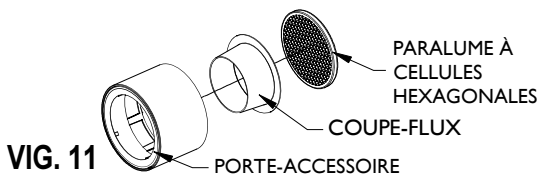

FIG. 11
2. Placer les accessoires dans le BOÎTIER AVANT à travers l'arrière comme indiqué dans (FIG. 11).